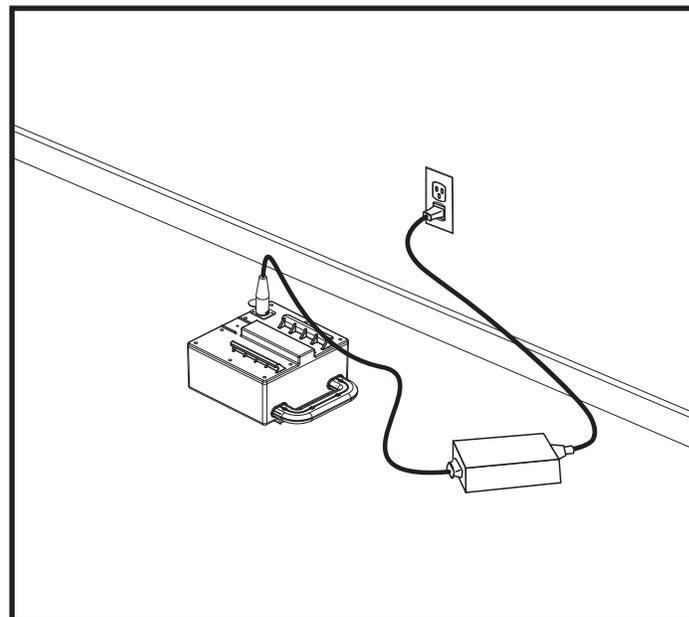

Figura 14. Carica della batteria utilizzando il pacco batteria
3. Inserire il caricabatterie esterno nella porta apposita del pacco batterie. **Vedere figura 14.**